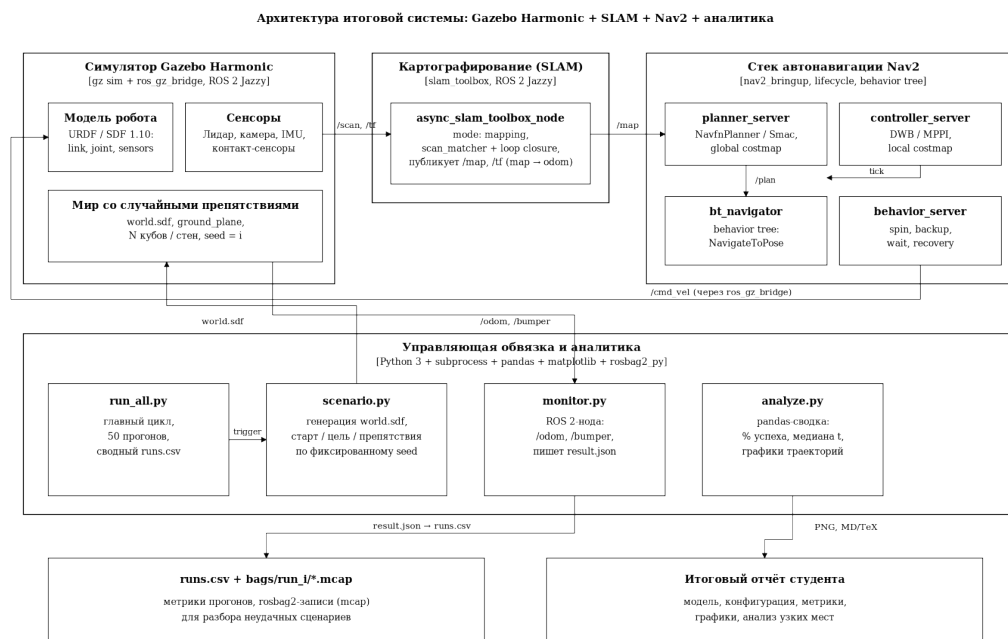

Рисунок 1 – Архитектура итоговой системы автономной навигации с SLAM
2. Стек ROS 2 для решения задачи. Полный стек состоит из четырёх логических слоёв (см. рисунок 1): симулятор (Gazebo Harmonic с моделью робота и сценой), модуль SLAM (slam_toolbox в режиме одновременной локализации и построения карты), стек автономной навигации (Nav2 для Jazzy), управляющая обвязка и аналитика (Python-скрипты из ЛР 5). Связь между симулятором и ROS 2 обеспечивает ros_gz_bridge: топики gz transport (/scan, /odom, /imu, /clock) транслируются в ROS-формат и обратно (/cmd_vel ROS → gz). Между слоями ROS 2 связь идёт по стандартным топикам: /scan и /tf от симулятора – на вход SLAM; /map от SLAM – на вход Nav2; /cmd_vel от Nav2 – через мост в симулятор. Сводка нод и их ключевых интерфейсов приведена в таблице 1.